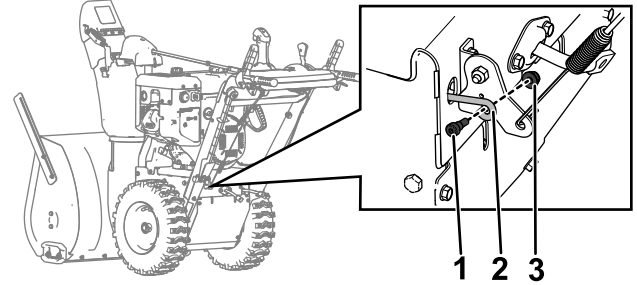

Bild 9
- Verbinden Sie das eine Ende der Stange mit der neuen Bowdenzughalterung des Fahrtriebs mit Hilfe einer Schraube und Mutter, die dem Kit beiliegen, wie in Bild 9 dargestellt.